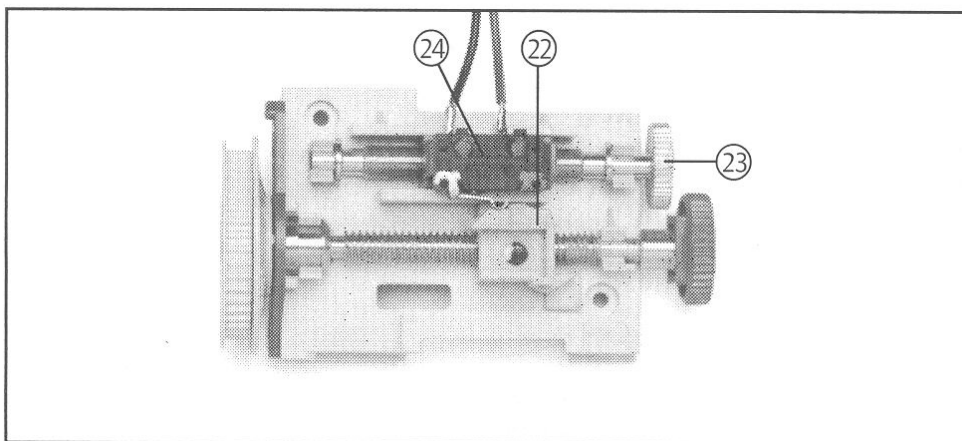

Рис.16 Установка референтной точки (ворота открыты)
- С помощью малого накатного ролика поворачивайте регулировочный шпindel (23), до тех пор, пока переключающая каретка (22) не приведет в действие переключатель референтной точки (24) (см. рис. 16).
- Проверните малый накатной ролик (23) на 2 оборота (Dynamic 121-128) или на 5 оборотов (Dynamic 300-301) против часовой стрелки